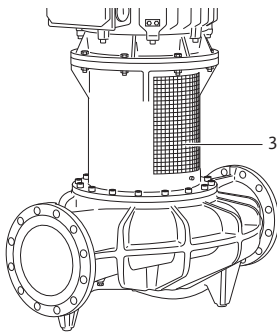

Fig. 48: Asennettu kytkinsuojalevy
- Pumpun saa käyttää vain kytkinsuojalevyjen ollessa asennettuina (Fig. 48, kohta 3).